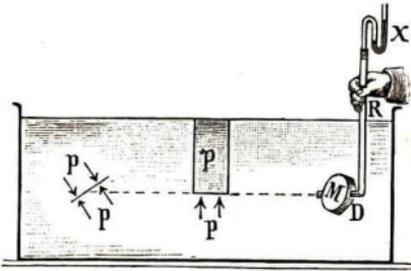

Abb. 107
1. Die Flüssigkeit übt auch auf jede schiefgestellte Fläche in ihrem Innern einen Druck aus, der sich nicht ändert, wenn man die Fläche dreht. Der Nachweis erfolgt mit der Hartlschen Druckdose. (Abb. 107.)